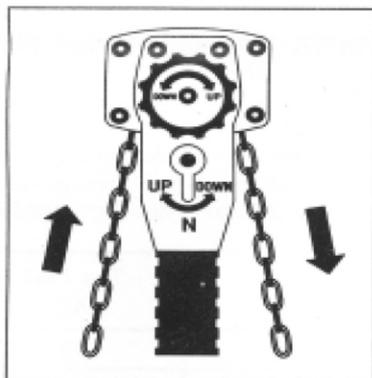

FIGURE 1
- a) Den Einstellgriff auf Position "N" stellen und die Kette mit dem zentralen Drehring durch den Rätchenkopf in die gewünschte Länge ziehen (Fig. 1).
Mettre le levier de réglage sur position "N" et tirer la chaîne à la longueur désirée en tournant la molette (Fig. 1).